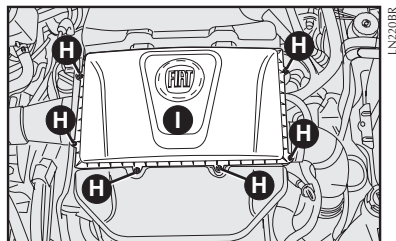
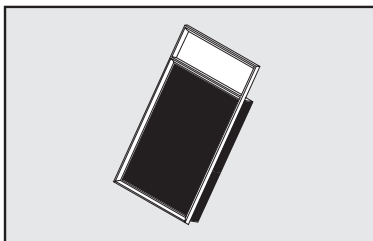

fig. 7
fig. 8
SUSTITUCIÓN - fig. 7 y fig. 8
- quite los tornillos **H**-fig. 8 y saque la tapa **I**-fig. 8;
- saque el elemento filtrante **fig. 8**.